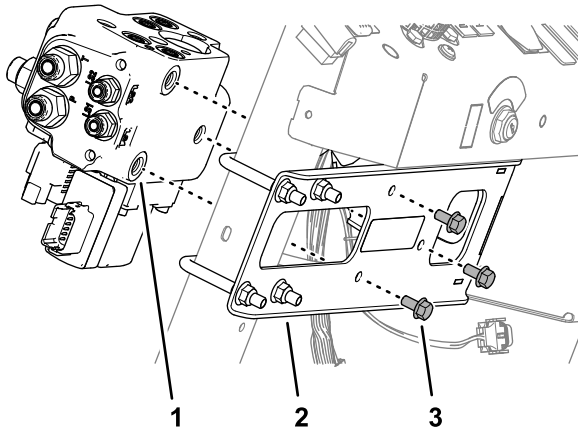

Figura 73
1. Alinee los orificios del cuerpo de la válvula de dirección EHI con los orificios del soporte del distribuidor (Figura 73).
2. Sujete la válvula al soporte (Figura 73) con 3 tornillos con arandela prensada (8 mm x 16 mm).